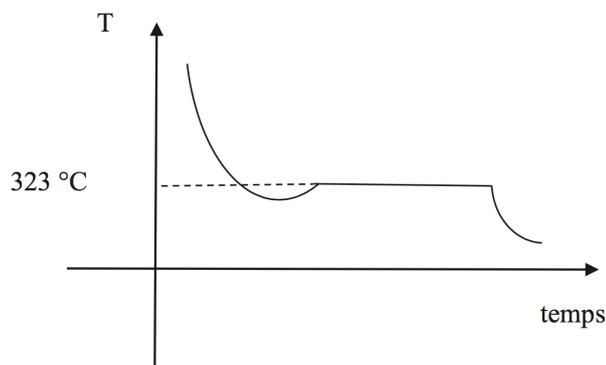

Fig. 5.7 – Courbe de solidification du plomb
12. En utilisant la courbe (1), montrer que la cristallisation sera d'autant plus facile que la température T est inférieure à T_f (situation dite de « surfusion »). Commenter la courbe de solidification du plomb de la figure 5.7.